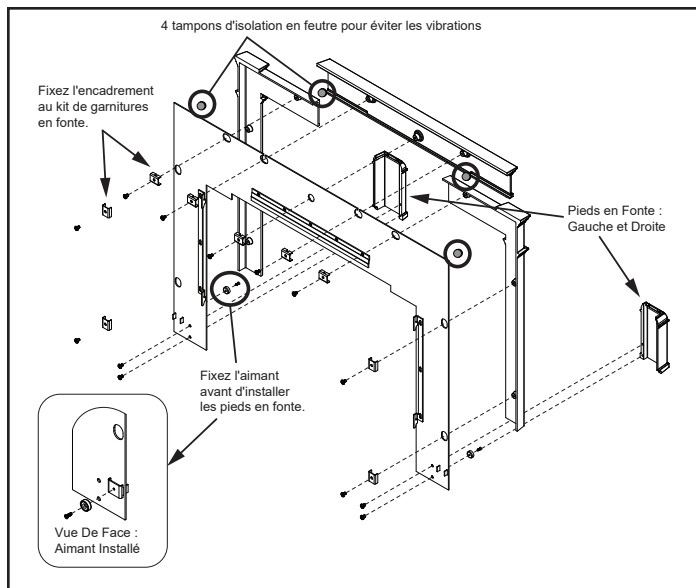

Figure 22.1
3. Placez les coussinets d'isolation contre les vibrations en feutre rond autocollants sur la face avant dans chaque coin de la pièce métallique supérieure et sur la face arrière dans chaque coin de la pièce moulée supérieure (**figure 22.1**).